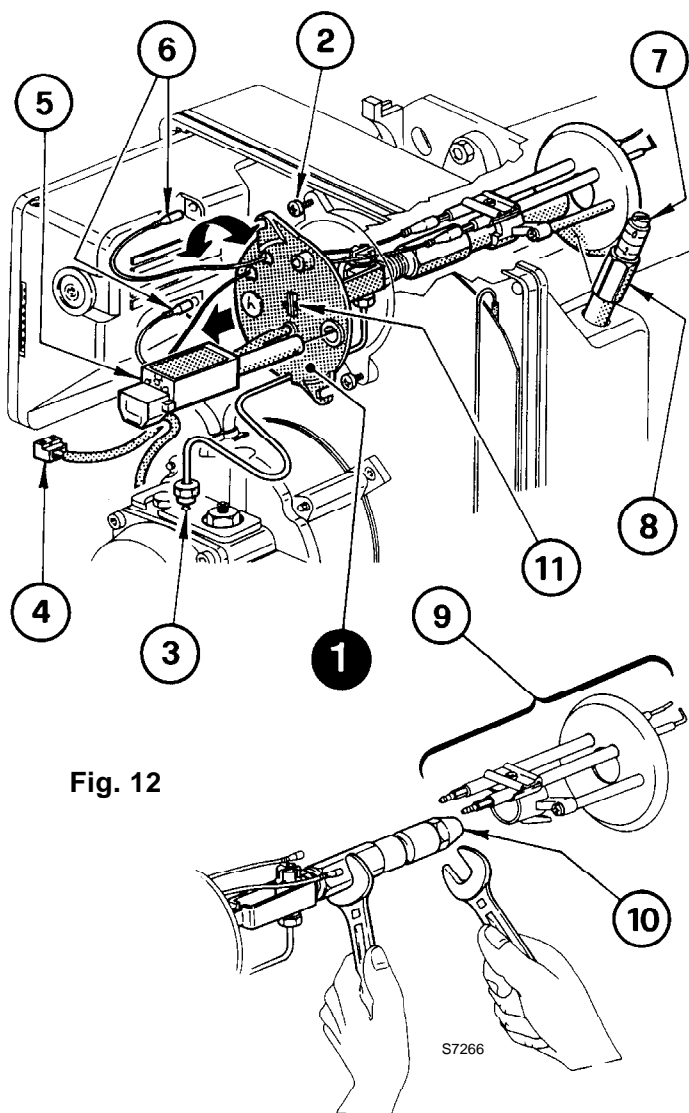

Fig. 12
B Fig. 12 – Estrarre il gruppo portaugello (1) dopo aver allentato le viti (2), svitato il dado (3), sfilato i cavetti (6) dall'apparecchiatura, la presa (4) ed il rivelatore fiamma (5).
(Vedi fig. 12)